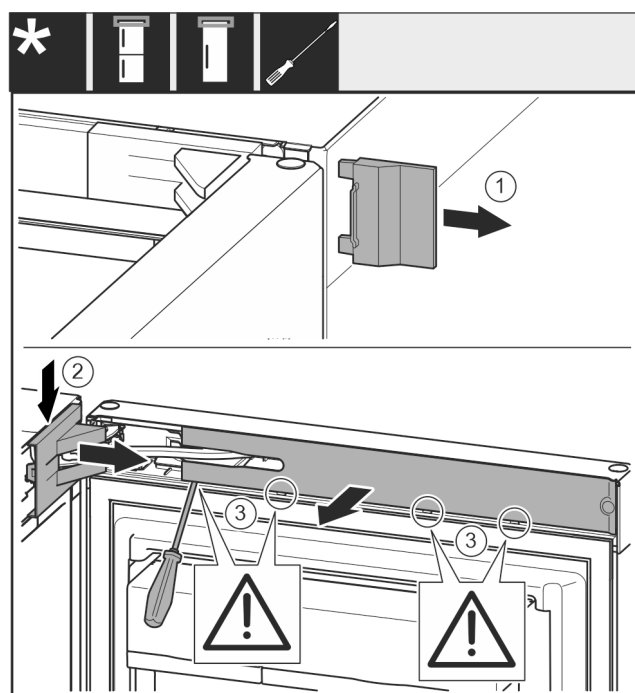

Fig. 8
- ▶ Snemite zunanji pokrov. Fig. 8 (1)
- ▶ Snemite in odstranite pokrov ležajnega podstavka. Snemite pokrov ležajnega podstavka. Fig. 8 (2)
- ▶ S ploščatim izvijačem staknite zaslonko in jo obrnite k strani. Fig. 8 (3)